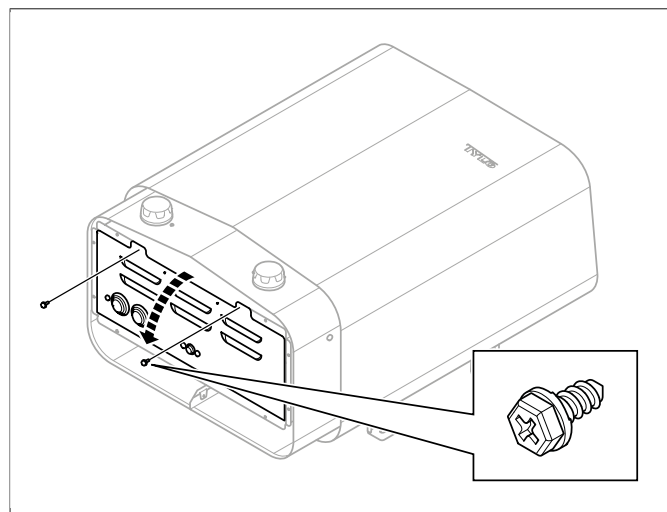

Fig 5: Öppna/stänga luckan
2. Lossa skruvarna och öppna luckan (se **Fig 5**, sidan 3).
4. Stäng luckan och skruva i skruvarna (se **Fig 5**, sidan 3).